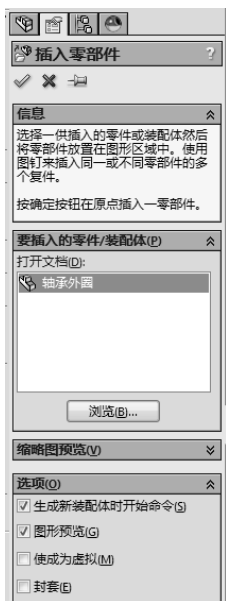

图 7-119 设置插入零部件操控板
- [1] 单击装配体工具栏上的【插入零部件】按钮，出现插入零部件操控板，单击【浏览】打开现有文件轴承外圈，设置插入零部件操控板，如图 7-119 所示。